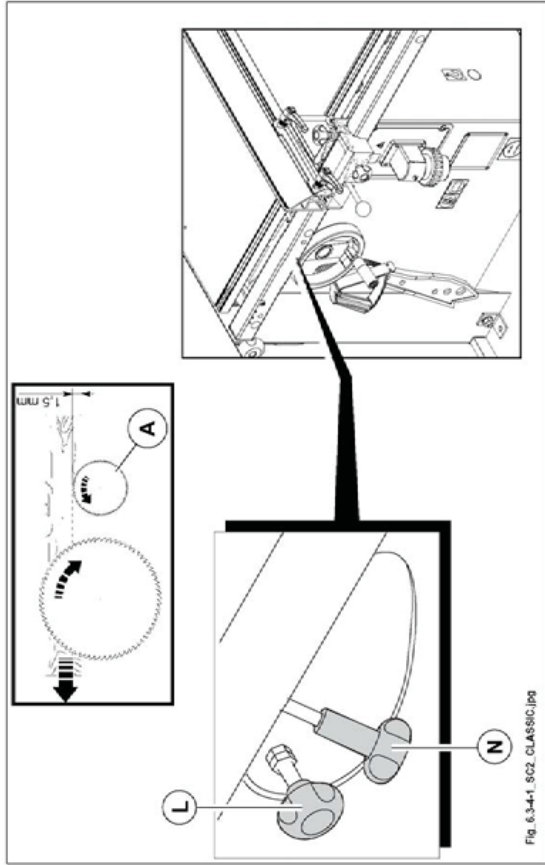

Abb. 6.3-4-1
bei mit Finishmaterial beschichteten Platten wird der Ritzler (A Abb. 6.3-4-1) eingesetzt. Die Ritzsäge soll ein Vorritzen von 1-1,5 mm erzeugen; zum Ausschalten der Ritzsäge, diese unter dem Tisch bis zur Endstellung senken.
- den Vorritzer mit dem Drehgriff (L Abb. 6.3-4-1) auf die richtige Höhe bringen.
- Die Ausrichtung des Vorritzers zum Sägeblatt durch Drehen des Kugelgriffs (N Abb. 6.3-4-1) einstellen.